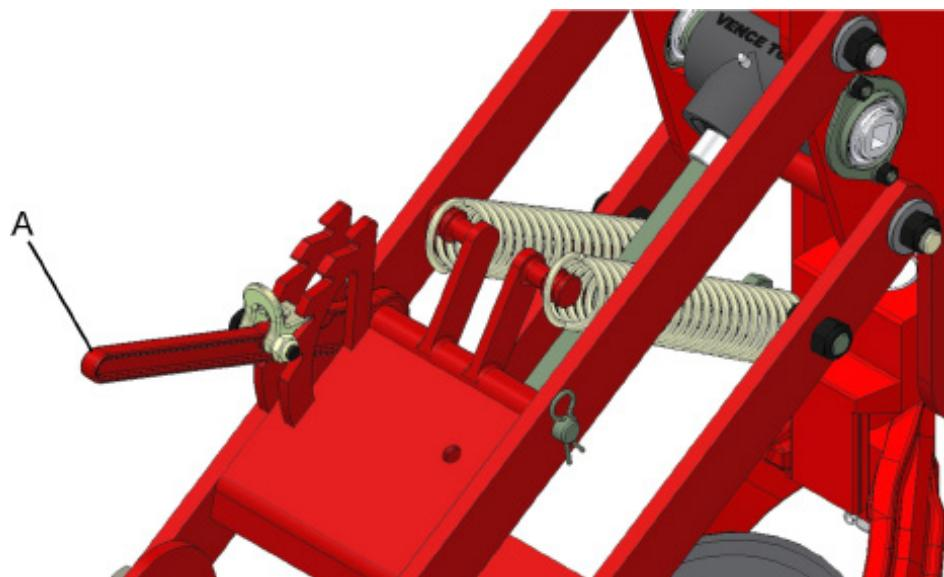

fig. 27
Para obtenção de maior amplitude (oscilação de altura) dos discos duplos da semente, desloque a alavanca (A) (fig. 27) para frente ou para trás. Estas regulagens dependem dos desníveis apresentados no solo e na área plantada.